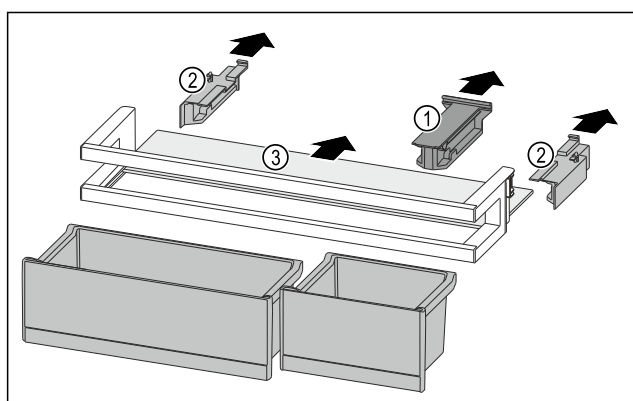

Fig. 168
- Estrarre l'elemento di tenuta Fig. 168 (1).
- Togliere gli elementi laterali Fig. 168 (2).
- Rimuovere il ripiano Fig. 168 (3).